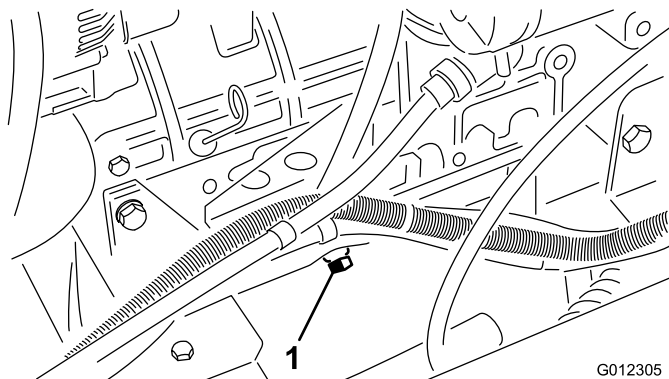

Figure 31
1. Retirez le bouchon de vidange (Figure 31) et laissez couler l'huile dans un bac de vidange.